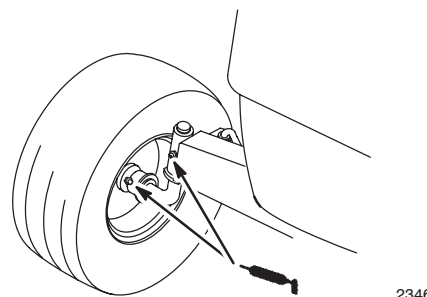

Bild 22
1. Fetten Sie die Vorderräder und Lenkspindeln, bis das Fett beginnt, aus den Lagern auszutreten (Bild 22).